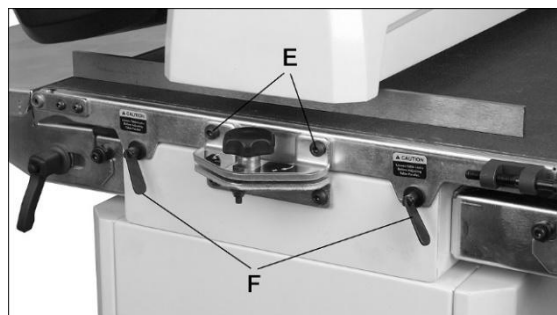

Abb. 10-3
4. Die zwei (2) Schrauben, mit denen der Vorschubtisch am Sockel befestigt ist, lösen.
5. Die zwei (2) Schrauben, mit denen der Vorschubtisch an der Tischhalterung (E, Abb. 10-3) befestigt ist, lösen.
6. Die zwei Tischklemmungen (F, Abb. 10-3) lösen.